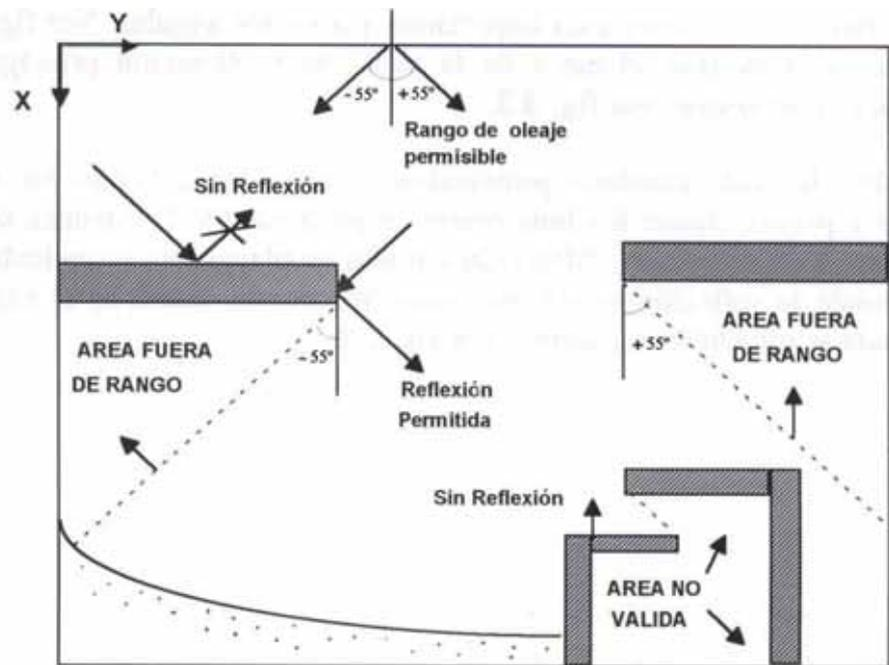
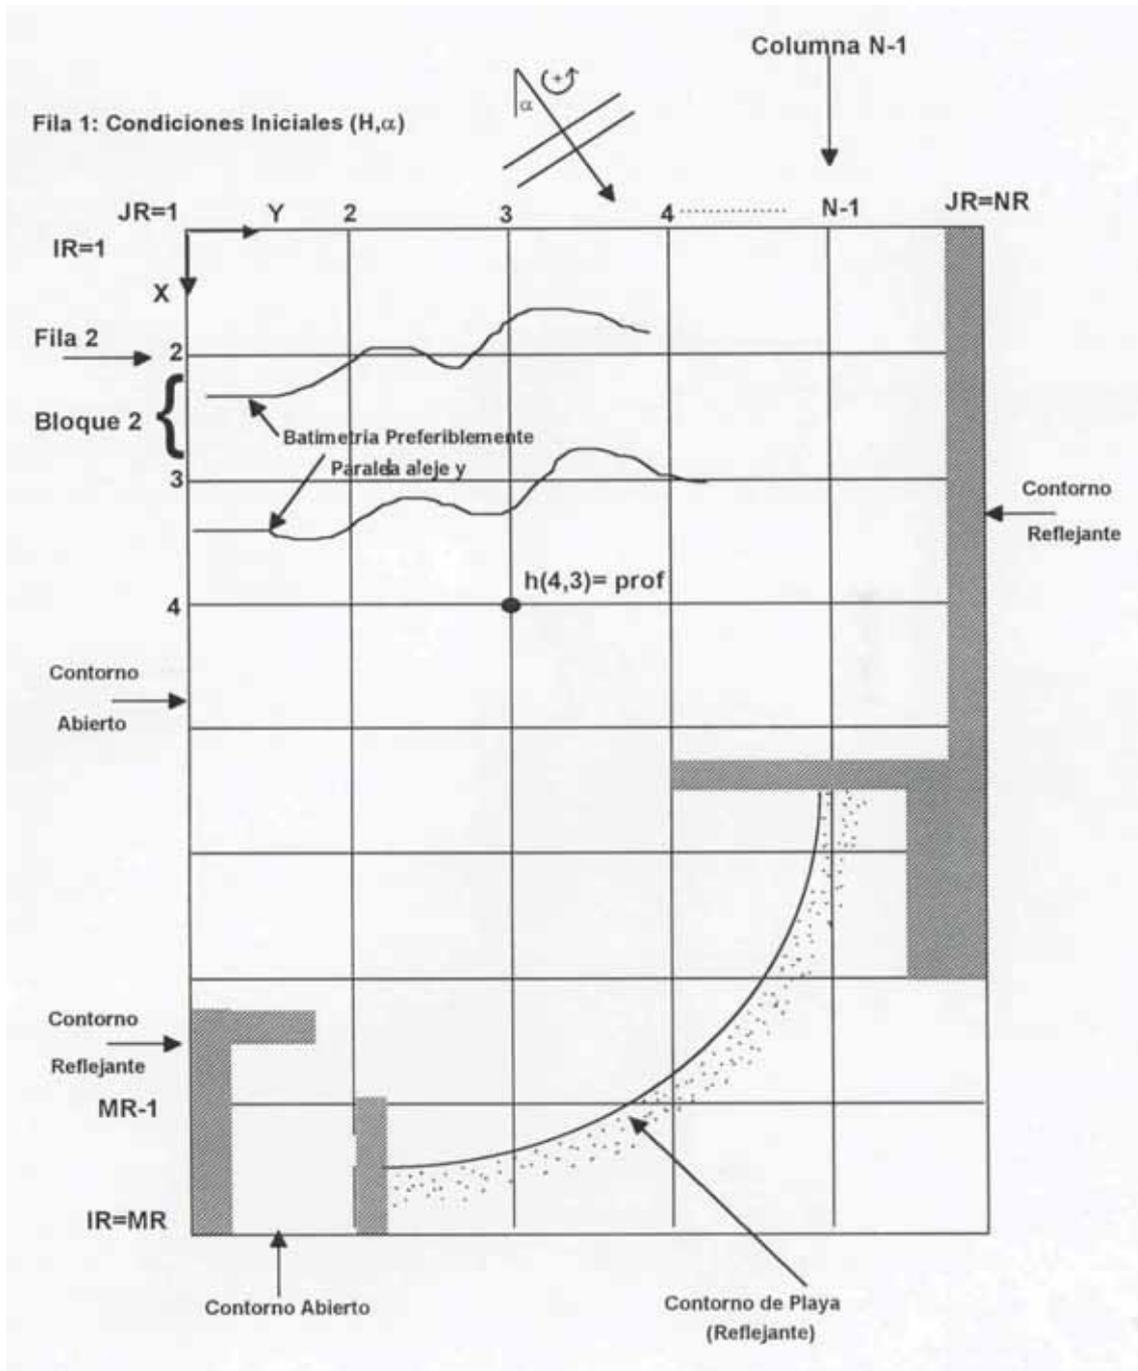

Figura 3.2. Zonas válidas de propagación y límite de ángulos
Figura 3.3. Esquema general de la malla y contornos
2. El ángulo de propagación en la primera fila ( $x = 0$ ) de la malla, debe estar dentro del rango  $\pm 55^\circ$ , con respecto al eje de propagación principal, eje  $x$ . (Ver figura 3.2).
3. Se debe tener especial cuidado para que la zona de estudio no se encuentre dentro de ángulos de propagación mayores a  $\pm 55^\circ$  con respecto al eje  $x$ , dado que los errores comienzan a ser importantes para estos ángulos. (Ver figura 3.2). Orientar en lo posible, el eje  $x$  de la malla en la dirección principal de propagación del oleaje. (Ver figura 3.3).
4. El modelo ha sido diseñado principalmente para ser aplicado en zonas costeras y playas, donde los fenómenos de propagación dominantes son la refracción, asomeramiento, difracción y rotura en playas. No es aplicable en casos donde la reflexión es un fenómeno importante, como es el caso de resonancia y agitación en puertos. (Ver figura 3.2).
3. Como en todos los modelos numéricos, es necesario imponer unas condiciones de contorno laterales, estas condiciones nunca son perfectas e involucran ruidos numéricos en el sistema. El modelo Mopla impone unas condiciones de contorno laterales reflejantes o abiertas aplicando la ley de Snell (ver manual de referencia), por tal motivo, se debe intentar mantener el efecto de los contornos laterales, lo más alejado posible de la zona de estudio y dentro de lo posible, intentar que la batimetría en dichos contornos sea lo más paralela al eje ( $y$ ), (ver figura 3.3).